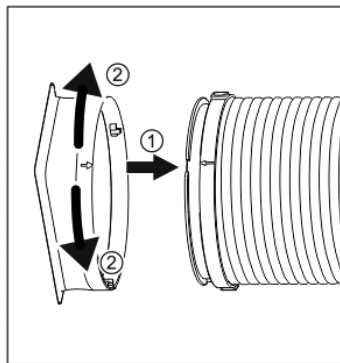

Fig. 1
1. Alignez les deux flèches du connecteur d'entrée du tuyau et du tuyau, insérez ; (Fig. 1))
2. Tournez le connecteur d'entrée du tuyau dans le sens des aiguilles d'une montre ou dans le sens inverse d'environ 60° ; (Fig. 1))